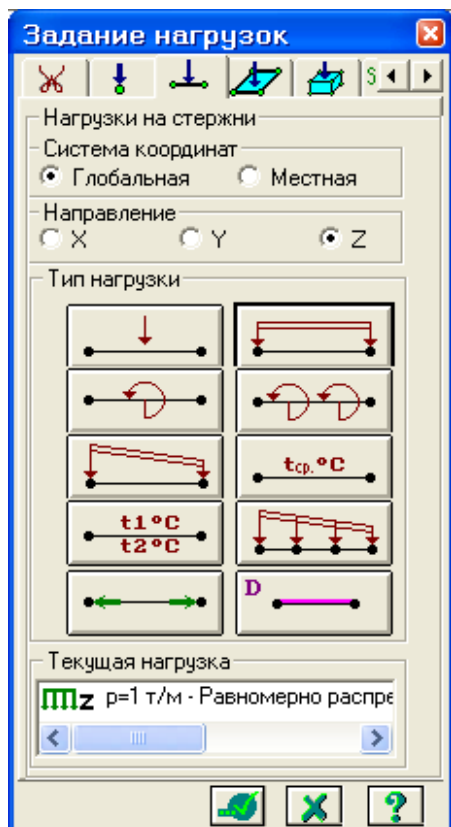

Рис.11.14. Диалоговое окно **Задание нагрузок**
- Из меню **Нагрузки** ⇒ **Нагрузка на узлы и элементы** (кнопка  на панели инструментов) вызовите диалоговое окно **Задание нагрузок** (рис.11.14).